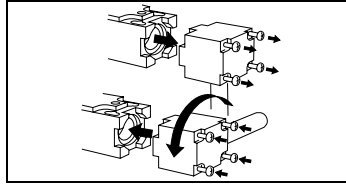

Fig. 1: Modificare la direzione di azionamento
- Serrare le viti con 0,4 Nm (fig. 1).